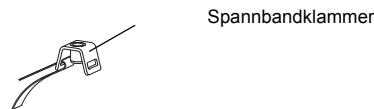

Abb. 9.35: Spannband mit Spannbandklammer
- Schieben Sie das Spannband ca. 100 mm durch den einen Schlitz der Spannbandklammer und biegen Sie es um (siehe Abb. 9.35).